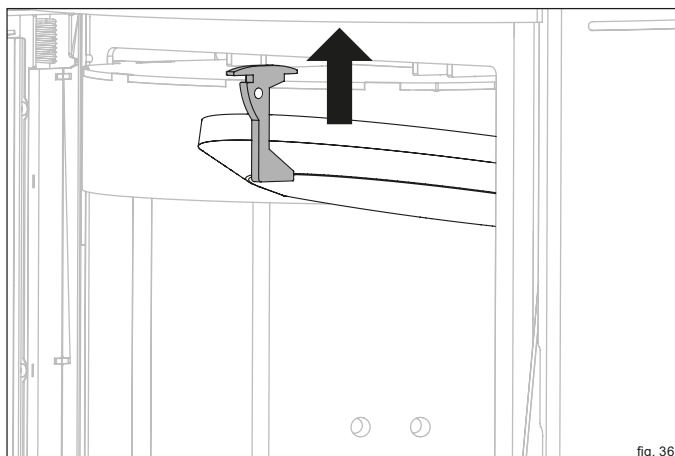

fig. 36
- Spingere in alto il supporto della pietra termica (fig. 36).